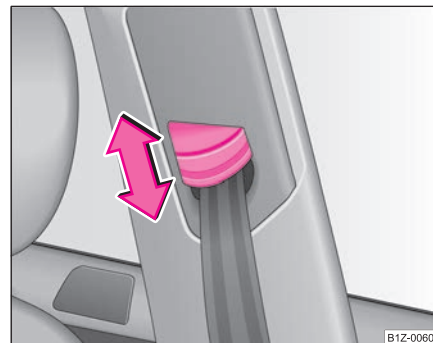

Fig. 159 Scaun față: Reglarea pe înălțime a centurii
- Împingeți dispozitivul în poziția dorită în sus sau în jos ⇒ **fig. 159**.